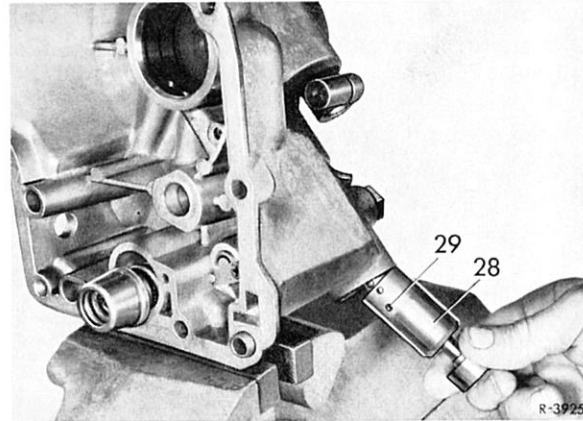

Bild 27-10/2
- 7 Sekundärpumpe mit der Klemmschraube (26) befestigen (Bild 27-10/1). Klemmschraube (26) mit dem in der Arb.-Nr. 27-0 angegebenen Drehmoment anziehen.
- 8 Tachoritzel (31) in den Lagerkörper (33) einstecken, Tachometerantrieb soweit in das hintere Getriebegehäuse einführen, bis die Befestigungsbohrung (30) mit der Bohrung im Getriebegehäuse übereinstimmt (Bild 27-10/3).